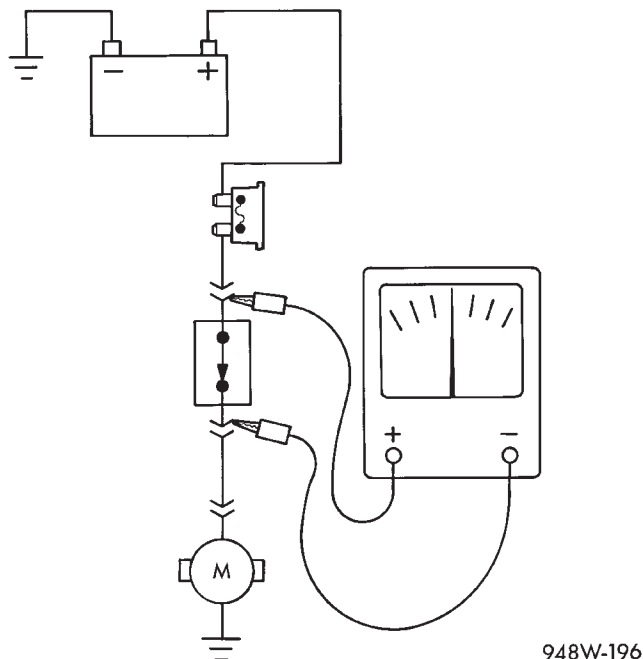

Fig. 10 Teste de Queda de Voltagem
- (1) Conecte o fio positivo do voltímetro ao lado do circuito mais próximo à bateria (Fig. 10).
- (2) Conecte o outro fio do voltímetro ao outro lado do interruptor ou componente.
- (3) Acione o item.
- (4) O voltímetro mostrará a diferença de voltagem entre os dois pontos.